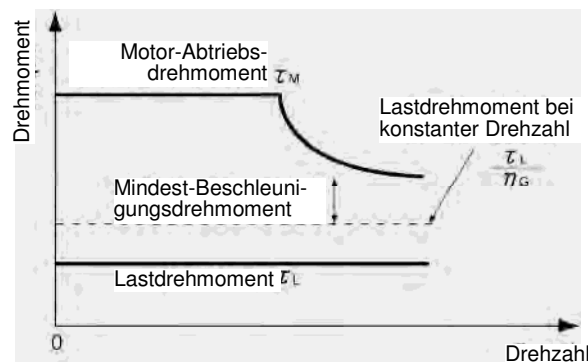

Abbildung 7.4: Beispieluntersuchung des Mindest-Beschleunigungsdrehmoments
- 2) Berechnen Sie das Mindest-Beschleunigungsdrehmoment (siehe Abbildung 7.4).